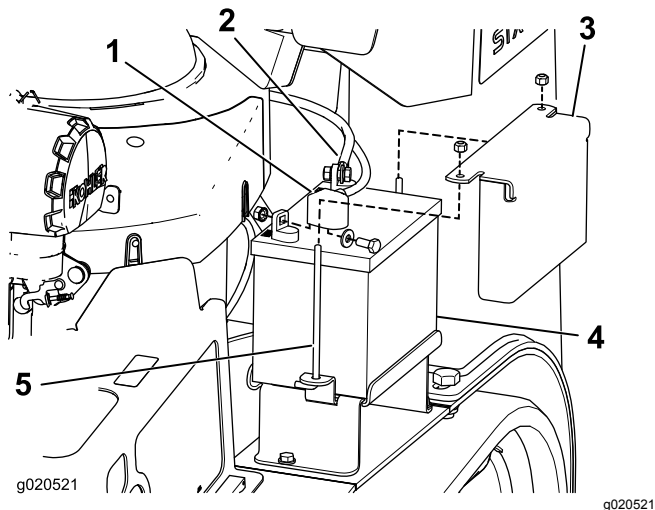

Figura 43
3. Levante la cubierta de goma negra del cable negativo. Desconecte el cable negativo del borne negativo (-) de la batería (Figura 43).
4. Retire la cubierta de goma roja del borne positivo (rojo) de la batería. Luego retire el cable positivo (rojo) de la batería (Figura 43).
5. Retire la pletina de sujeción, los pernos en J y las contratueras que sujetan la batería (Figura 43), y retire ésta.